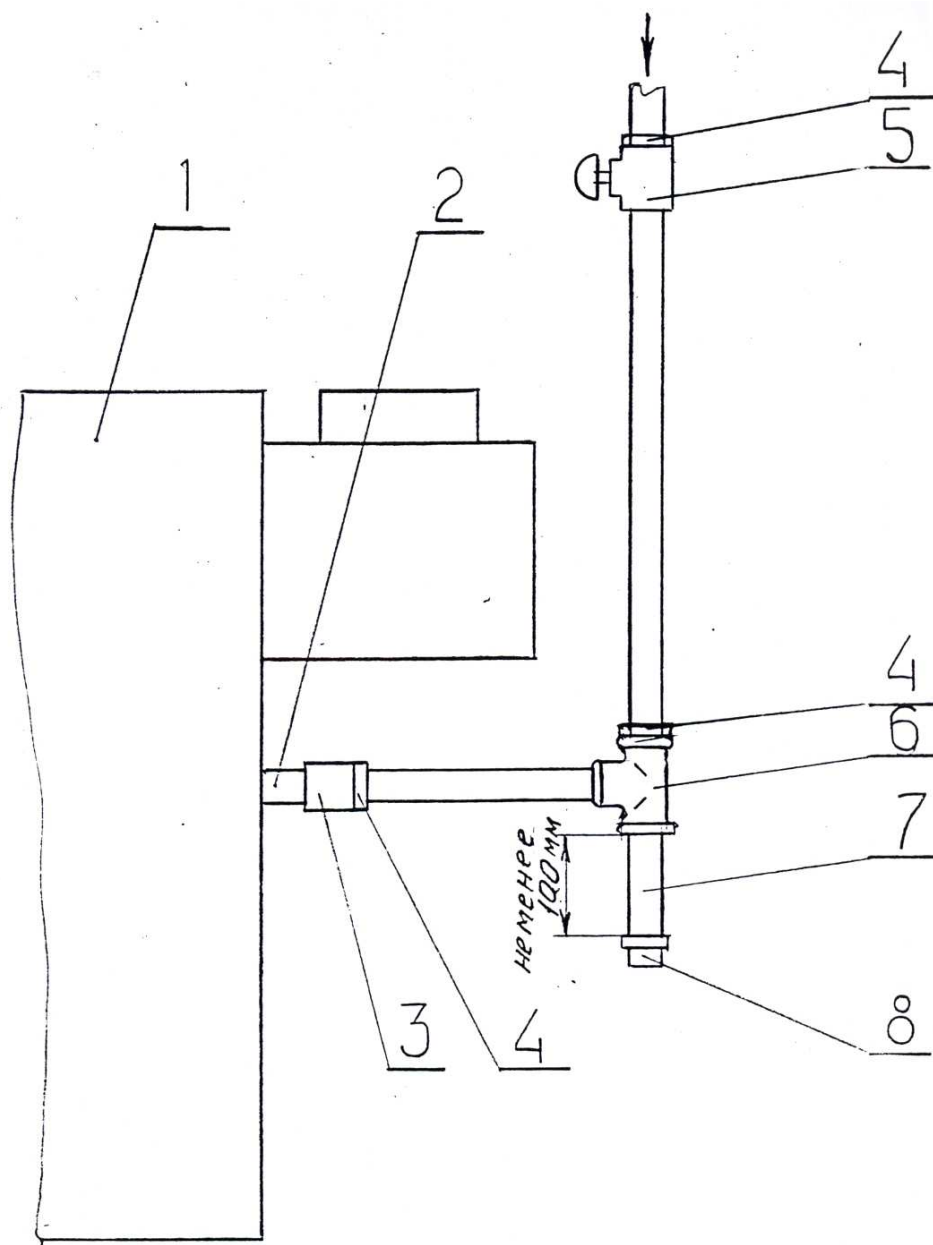

Рис. 9. Схема подсоединения котла к газопроводу
5.7 На газоподводящей трубе перед котлом обязательно должен быть установлен газовый кран, перекрывающий доступ газа котлу /см. рис. 9/.
5.8 Рекомендуется на входе газопровода в котел устроить ловушку - отстойник /см. рис. 9/.